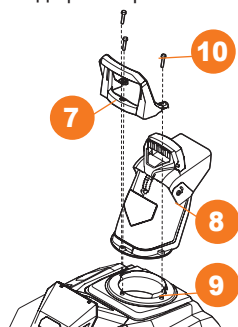

Рис. 4
- Установите рукоятку для переноски **7** и трубу выброса снега **8**, совместив отверстия трубы и рукоятки со штифтами корпуса **9** (Рис. 4).
- Закрепите рукоятку **7** и трубу **8** тремя длинными винтами **10** к корпусу **9** (Рис. 4).